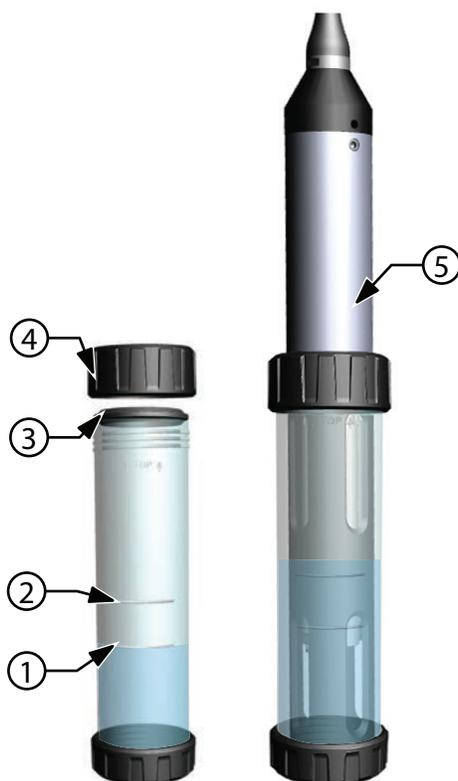

Abbildung 44 Normvolumen des Kalibrierungsbechers
4. Für die pH-, ORP- und Trübungskalibrierung befüllen Sie den Kalibrierungsbecher ca. bis zur ersten Linie mit frischer Kalibrierungsstandardlösung. Bis zur zweiten Linie befüllen, um die Leitfähigkeit zu kalibrieren (Abbildung 44 auf Seite 34).
1. Überprüfen Sie die Dichtung des Kalibrierungsbechers auf korrekten Sitz (Abbildung 44). Schrauben Sie die Sicherungsmutter lose auf den Kalibrierungsbecher.